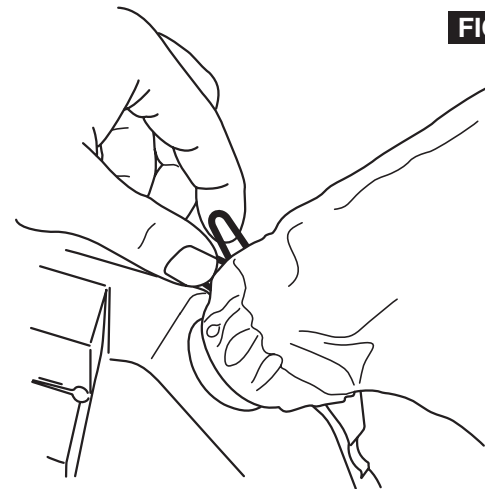

FIG. 5
1. With the miter arm locked in the down position, compress the two tabs on the spring clip and slide the bag over the rib on the dust port (Figure 5) then release the tabs.
1. Après avoir placé le bras d'onglet en position abaissée, comprimez les deux languettes sur la pince à ressort et faites glisser le sac au-dessus de la nervure sur l'orifice de dépoussiérage (Figure 5), puis relâchez les languettes.